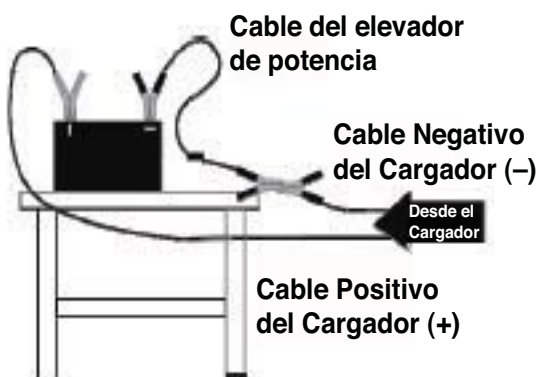

Figura B.5. Conexión fuera del vehículo
2. Revise la polaridad de las terminales de la batería (vea la Figura B.5). La terminal POSITIVA deberá estar marcada como: POSITIVA, POS, + ó P. La terminal NEGATIVA deberá estar marcada como: NEGATIVA, NEG, - o N.